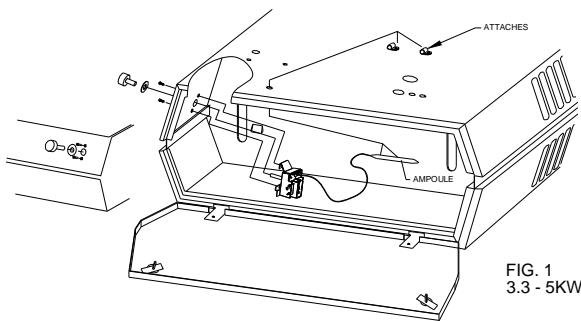

FIG. 1
5.) Enlevez le papier du dos de l'étiquette (fournie). Alignez l'étiquette sur le trou de l'arbre du thermostat et positionnez-la (voir Fig. 1.) Collez l'étiquette sur le côté du radiateur comme montré.
6.) Notez l'orientation de la patte sur le support du thermostat. (voir Fig. 1). Positionnez-la comme montre seulement. Installez le thermostat avec les 2 vis de montage No. 8 fournies.